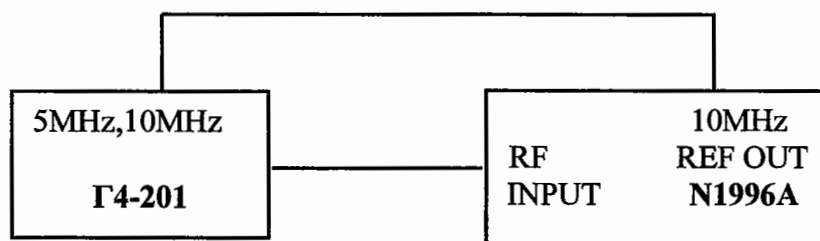

Рис. 14.2
14.6.3.2 Определение абсолютной погрешности измерения частоты с помощью маркера проводят методом прямых измерений с помощью генератора Г4-201. Схема соединения приборов представлена на рис. 14.2.
14.6.3.3 Определение абсолютной погрешности установки полосы обзора проводят методом прямых измерений с помощью генератора Г4-201/1. Схема соединения приборов представлена на рис. 14.2.
14.6.3.4 Определение относительной погрешности установки полосы пропускания проводят методом прямых измерений с помощью генератора Г4-201/1. Схема соединения приборов представлена на рис. 14.2.